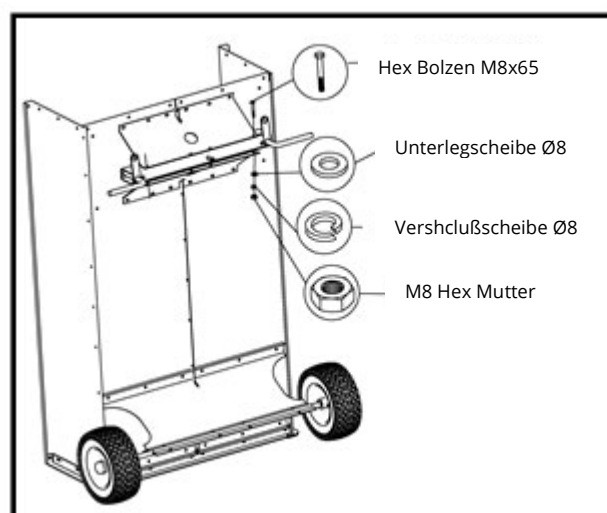

Abbildung 7
14. Bringen Sie die vorderen Achsenkanäle zwischen den Vorderachsenstützen an. Stecken Sie die beiden M8x65-Hex-Bolzen durch die Löcher am Ende der Stützen und befestigen Sie sie mit Ø8-Verschlusscheiben, Ø8-Unterlegscheiben und M8-Hex-Muttern. Noch nicht festziehen. Siehe Abbildung 7.